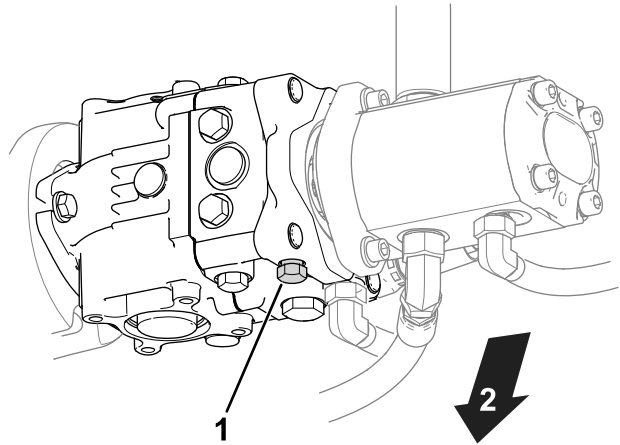

Figure 37
1. Trouvez la vanne de dérivation sur la pompe (Figure 37).